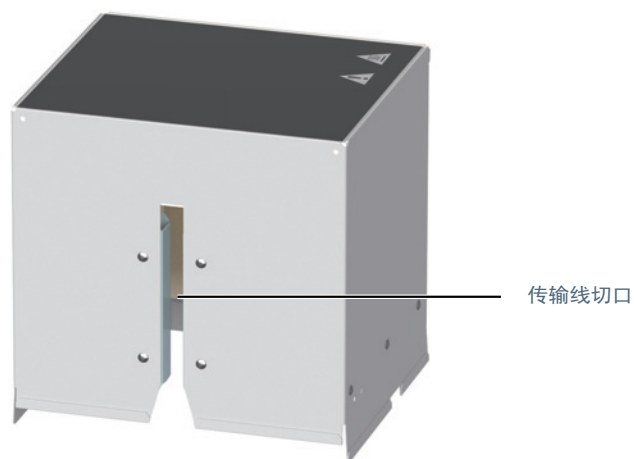

图 5. 阀保温罩的传输线切口
- 1 找到阀保温罩的传输线切口，使之与传输线对齐（图 5）。